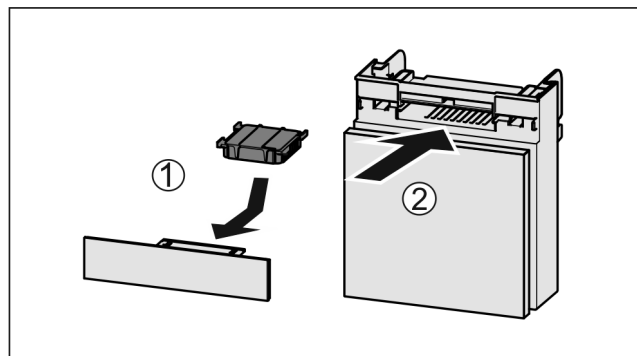

Fig. 190
- ▶ 按图装入 Fig. 190 (1) 活性炭过滤器。
- ▶ 推入 Fig. 190 (2) 抽屉。